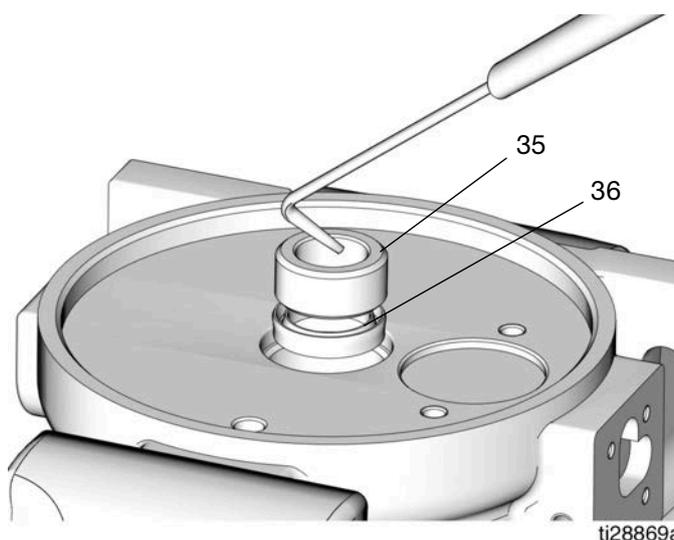

FIG. 25
22. Jetez le joint (4) du piston, le joint torique (34a) et l'écrou (37) conformément à toutes les réglementations applicables.
23. Utilisez une tige d'extraction pour enlever la douille (35) et le joint de godet en U (36) (FIG. 25).